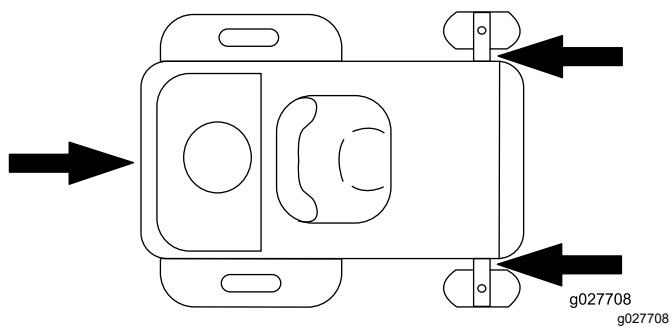

Figura 34
- Prenda a máquina perto das rodas giratórias frontais e estrutura traseira com correias, correntes, cabos ou cordas (Figura 34). Consulte as diretrizes locais relativas a requisitos de dispositivos de fixação.